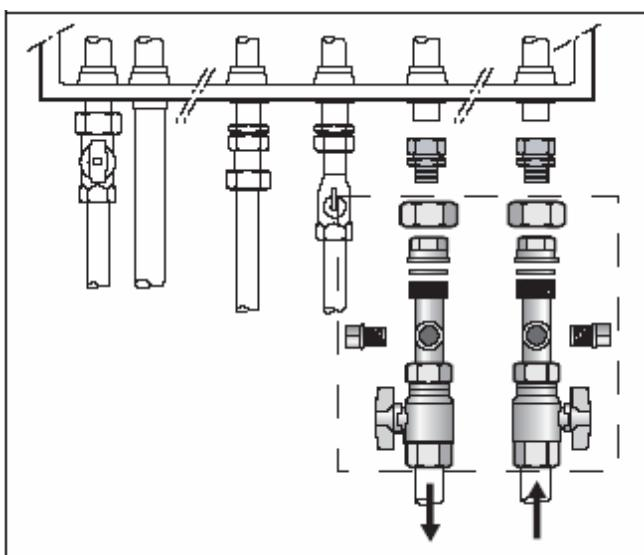

Рис. 4 Присоединение отопительного контура (принадлежности HKA) к Logamax plus GB112-24T25
- Смонтировать резьбовые присоединения (рис. 4).